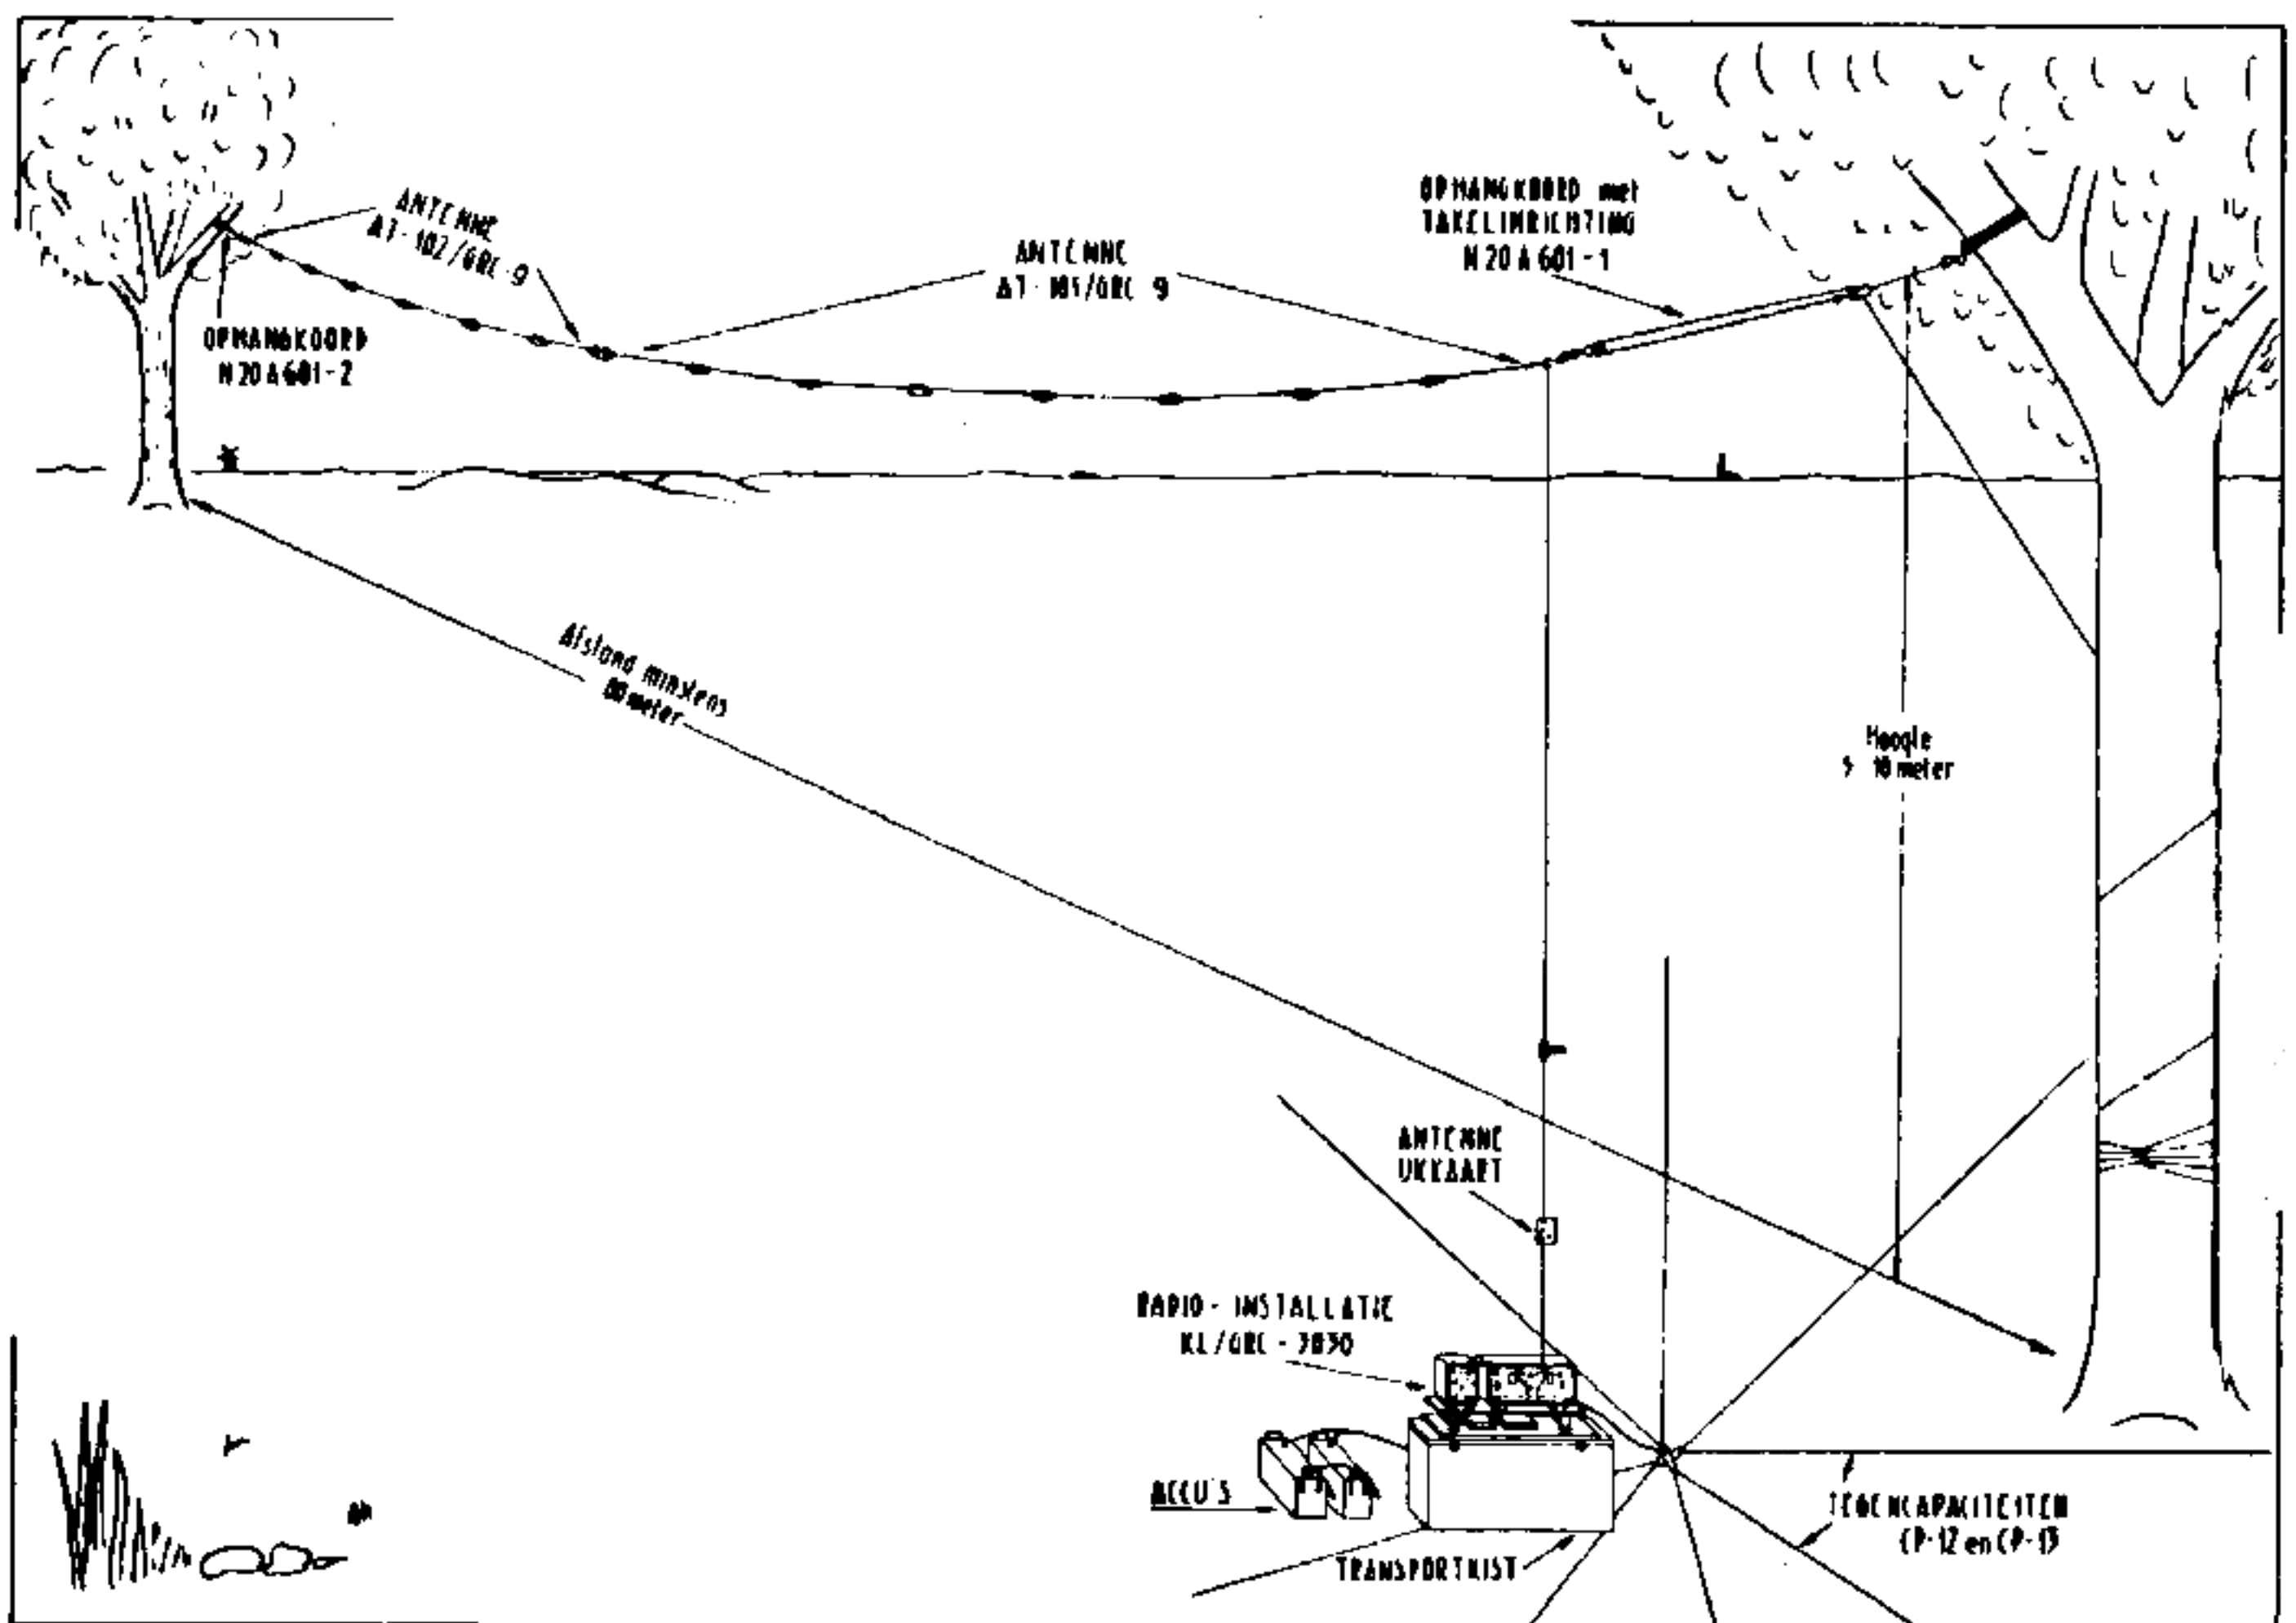

Fig. 8 Het spannen van de draadantenne
Voor het gebruik als grondpost wordt de installatie opgesteld als aangegeven in fig. 8. Wat betreft de antenne zijn er de mogelijkheden welke genoemd worden in 2.5.
2.5.1 Het spannen van de draad-antenne (zie fig. 8)